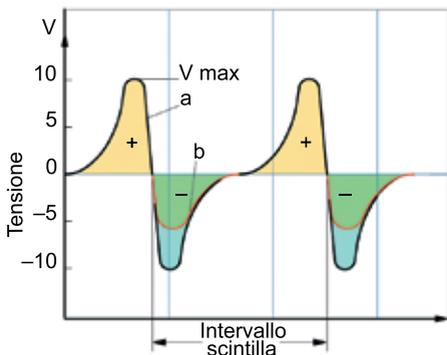

Fig. 2 - Segnale emesso dal trasduttore induttivo di figura 3. a) curva a vuoto; b) curva con centralina connessa al sensore.
La fig. 1 illustra, in modo semplificato, il principio di funzionamento del trasduttore. Il magnete permanente (1) e la bobina (2) formano lo statore. Il rotore posto sull'albero dello spinterogeno ha delle punte in opposizione a quelle dello statore. Quando il rotore gira, i suoi denti sfiorano quelli dello statore ad una distanza di $0,5 \div 0,7$ mm (traferro). Il traferro è soggetto a brusche variazioni e con esso anche il flusso magnetico che lo attraversa. La variazione di flusso induce nella bobina una forza elettromotrice alternata con la forma indicata in fig. 2.